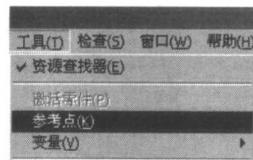
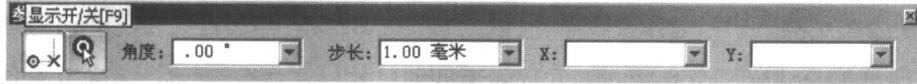

图 1-43
图 1-44
5. 在主菜单工具中选择参考点 (sketchpoint) 命令，如图 1-43 所示。出现参考点工具条并打开参考点 (如图 1-44 所示)。